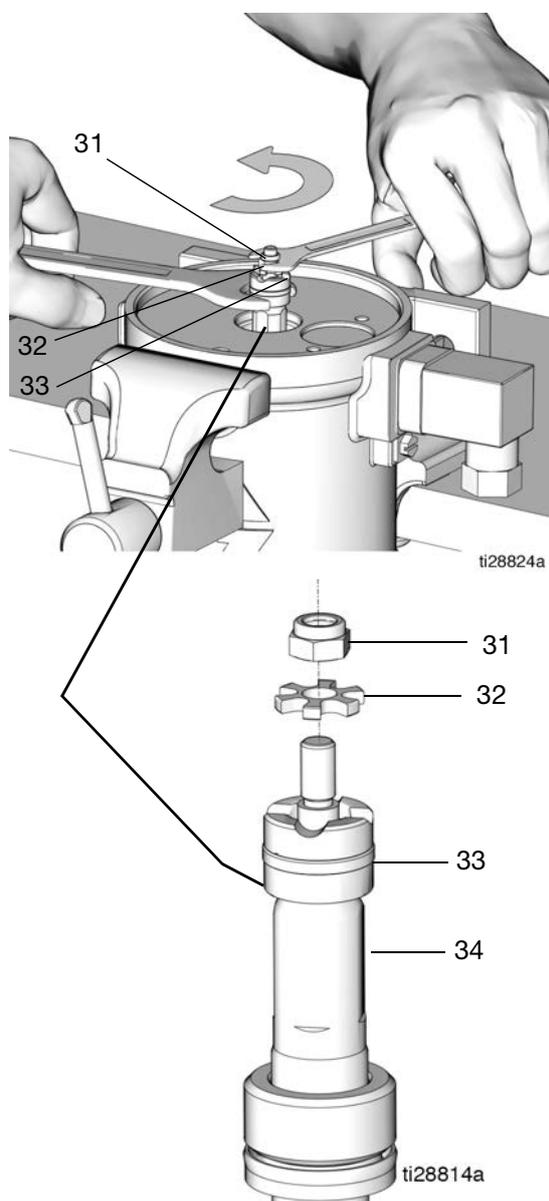

FIG. 18
15. Sottogruppo pistone della pompa (33)
Utilizzare una chiave sulle parti piatte dell'asta del pistone (34). Utilizzare una seconda chiave per rimuovere il controdado (31) e le rondelle a stella (32) dalla parte superiore del pistone (FIG. 18). Rimuovere il controdado e la rondella a stella. Tenere da parte questi componenti per il riassetto.